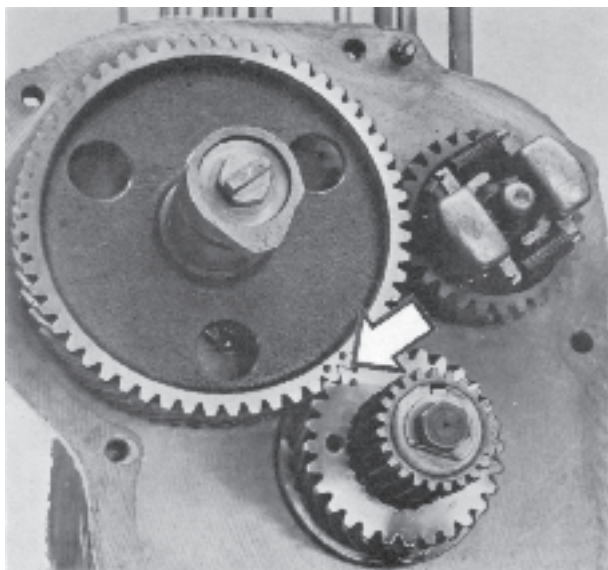

Fig. 33. Märkning transmissionshjul.
4. Montera kamaxelhjulet och kamskivan. OBS! Körnslagen på kamaxelhjulet skall monteras mitt för körnslaget på vevaxeldrevet, se fig. 33.
6. Montera drevet på vevaxeln. OBS! Se till att det kommer rätt enligt märkningen, fig. 33.